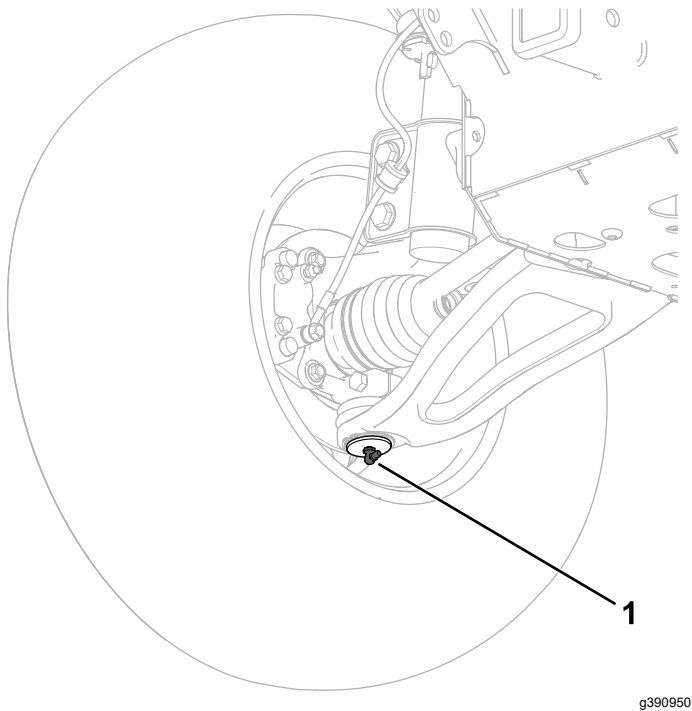

Figura 81
- **Articulaciones esféricas (2);** consulte la Figura 81